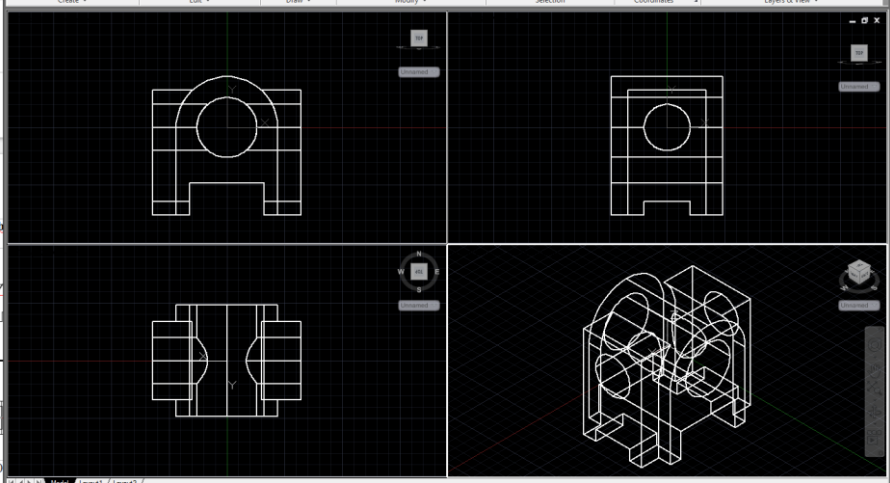

Рисунок 5.10 - Результат створення пазів та отворів
5.3.20 Активізувати праве верхнє вікно. Встановити значення **ELEVATION -35**. Виконати креслення прямокутника **20x6** та окружності радіуса **10**. Створити тверdotільні об'єкти видавллюванням прямокутника та окружності на глибину видавллювання **70**. Відняти нові об'єкти з раніше створеного за допомогою команди **Subtract**. Результат наведений на рис. 5.10.